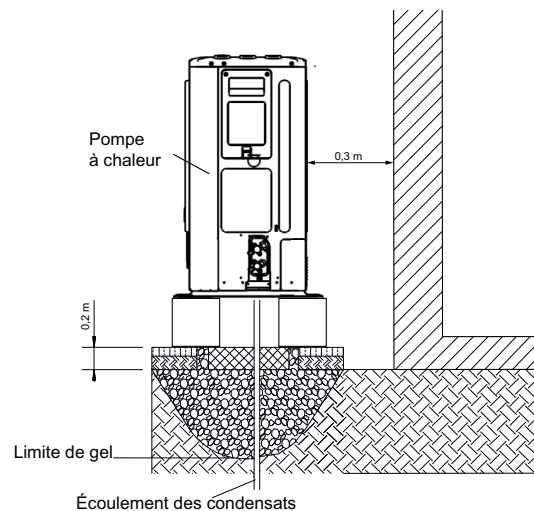
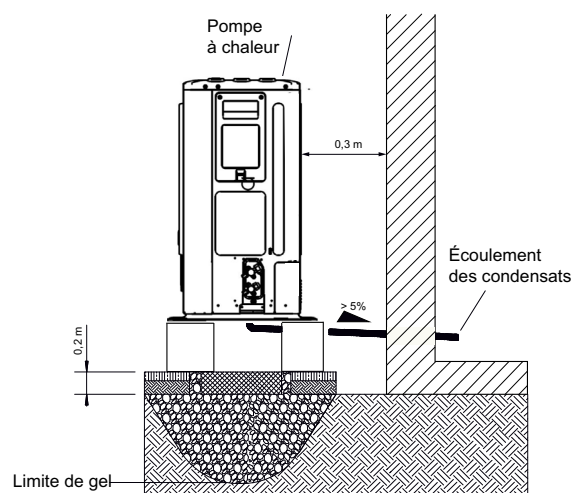

Abb. 5.1
Abb. 5.2
- Il est conseillé de monter l'unité extérieure près d'un mur, sur des fondations distinctes du bâtiment, à une distance d'au moins 0,3 m côté aspiration (Fig. 5.1 + Fig. 5.2).
- Respecter les distances minimales indiquées (Fig. 5.1).